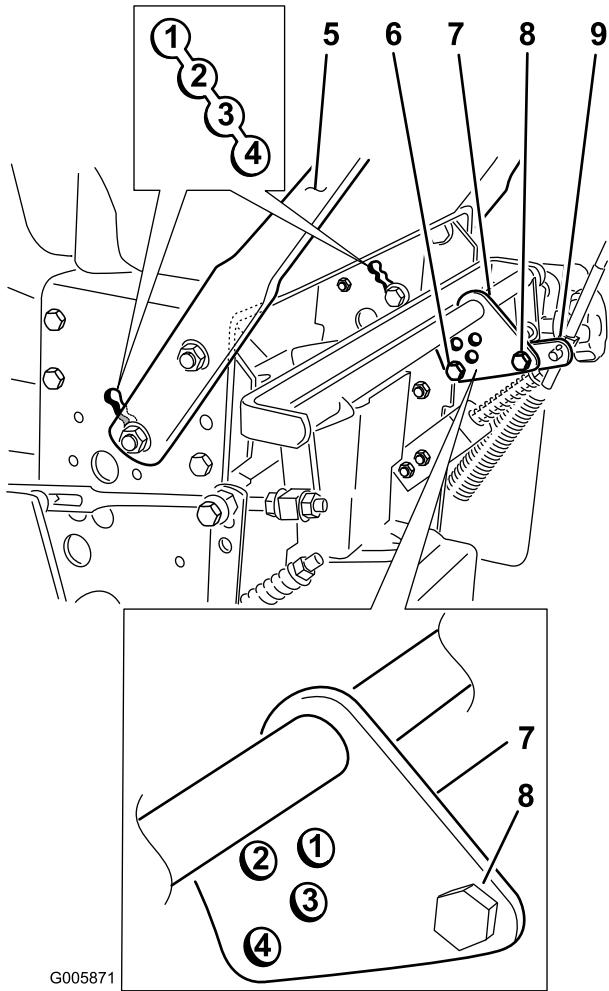

Figure 19
8. Notez le trou de montage du guidon (Figure 19).
9. Insérez le boulon avant dans le trou correspondant qui a servi à régler la hauteur du guidon (par ex. si le guidon est réglé au trou numéro 3, le boulon avant de la manivelle de commande de vitesse doit être inséré dans le trou numéro 3) (Figure 19).
10. Serrez les boulons avant et arrière qui fixent la biellette de commande de vitesse à la manivelle de commande de vitesse (Figure 19).